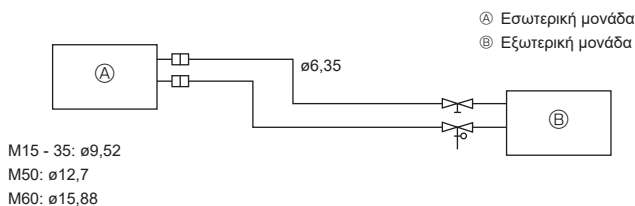

Fig. 5-1
5.2. Σωλήνας ψυκτικού (Fig. 5-1)